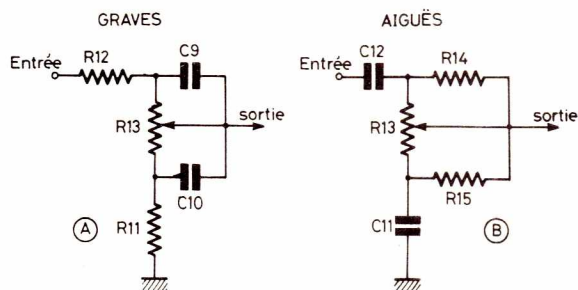
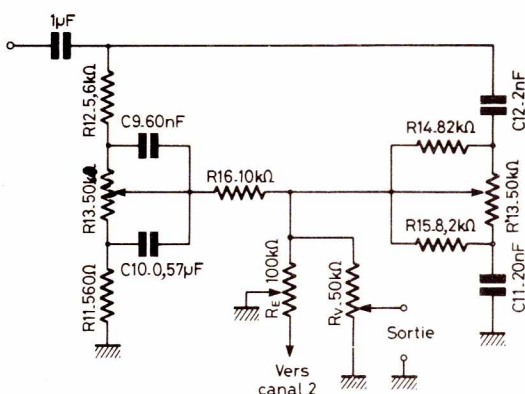

Figure 12
Figure 13
Les schémas des commandes de tonalité du type sans contre réaction, sont donnés à la **figure 12**, en (A) graves et en (B) aiguës. L'ensemble des deux commandes est représenté à la **figure 13**, sur laquelle ont été indiqués deux autres réglages, celui d'équilibrage R_e et celui de volume R_v .